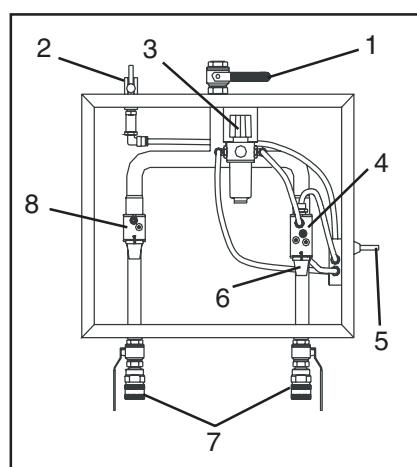

Fig. 8
**S3000 D, S3000 DU, S3100 D, S3100 DU (fig. 8, sin User Pack\*).**